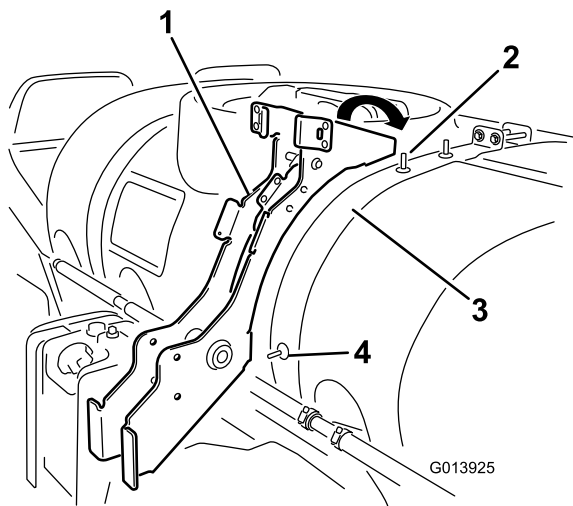

Figura 9
3. Montate il telaio sulla fascetta del serbatoio allineando il foro inferiore del telaio al bullone esposto situato sulla parte laterale della fascetta del serbatoio e il foro superiore al bullone superiore della fascetta del serbatoio come illustrato nella Figura 9.